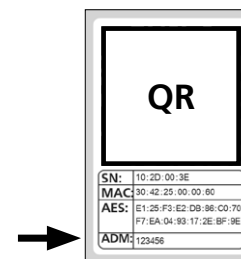

Fig. 10
- Remarque :** Vous trouvez le code administrateur d'usine sur l'autocollant du code QR du cylindre sous la mention « ADM » (Fig. 10).